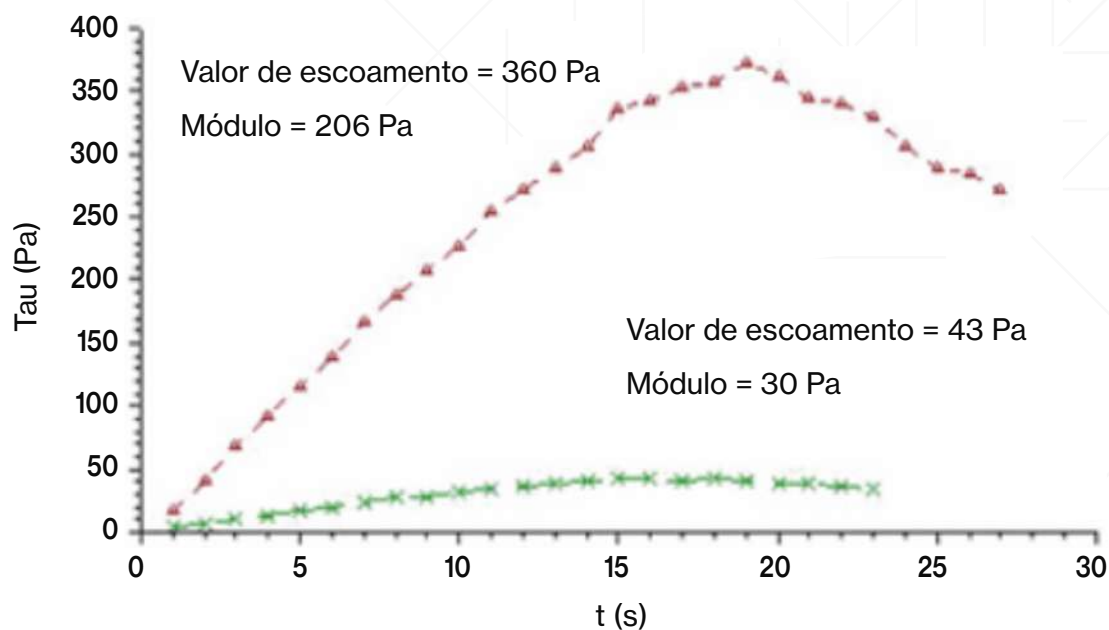

Figura 3
- Figura 3: A maionese tradicional apresenta tensão de escoamento de 360 Pa, enquanto a formulação com baixo teor de gordura apresenta tensão de escoamento de 30 Pa.